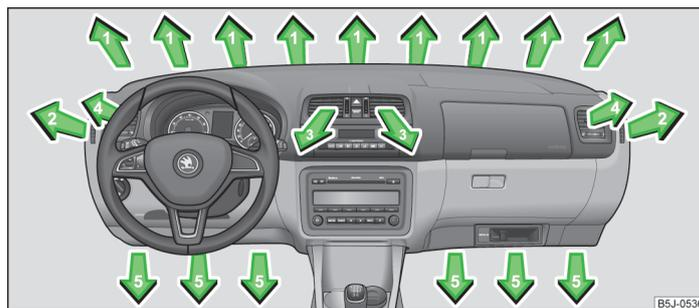

Fig. 80 Difusores de salida de aire
En los difusores de salida de aire **3, 4** » fig. 80 se puede modificar el sentido de la corriente de aire, y los difusores se pueden también cerrar y abrir individualmente.
- Girar la rueda vertical (difusores de salida de aire **3**) » fig. 80 o la rueda horizontal (difusores de salida de aire **4**) a la posición
➤ Girar la rueda vertical (difusores de salida de aire 3) » fig. 80 o la rueda horizontal (difusores de salida de aire 4) a la posición 0.
- Mover las láminas horizontales con el ajustador deslizante para cambiar la altura del flujo de aire » fig. 80.
Recomendamos dejar los difusores de salida aire 3 » fig. 80 de la página 83 en posición abierta en todos los modos de servicio.